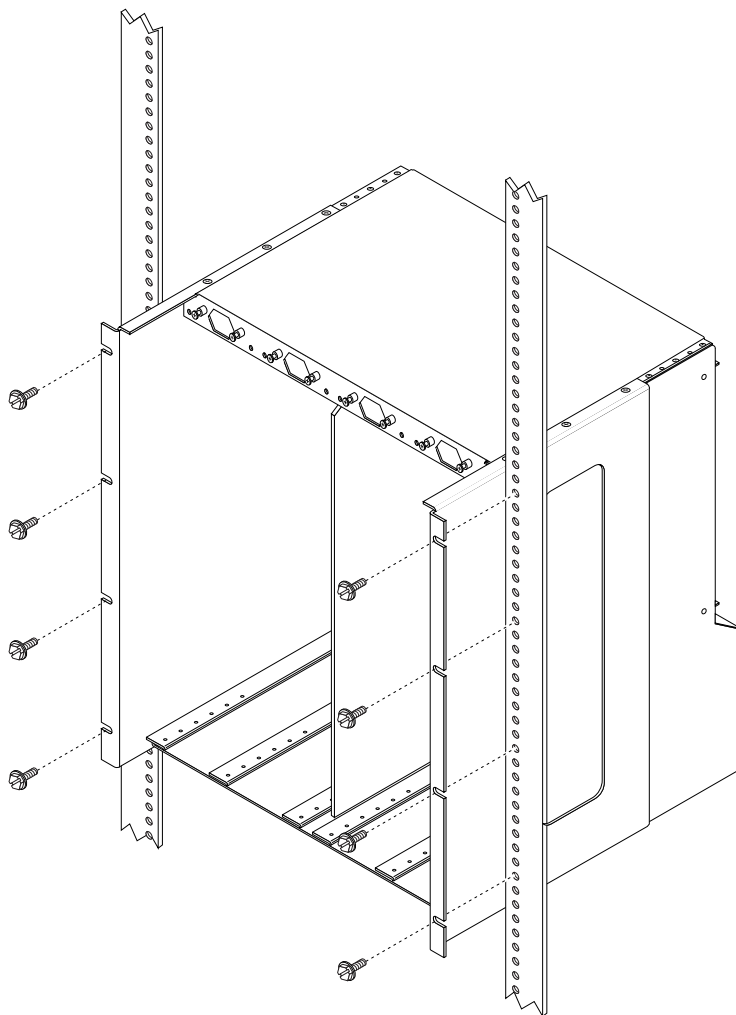

FIGURE 3-3 Montage du châssis Netra ct en armoire
1. **Soulevez le châssis du Netra ct le long de l'armoire et alignez les trous de montage placés sur les faces latérales du châssis sur les trous de montage des guides de l'armoire (FIGURE 3-3).**